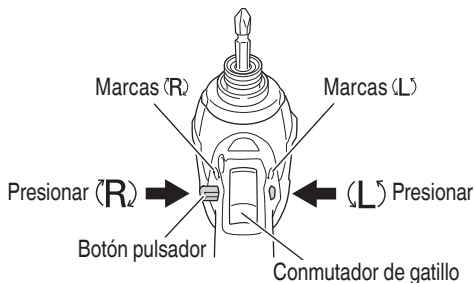

Fig. 10
- El lado L (izq.) del botón pulsador se usa para hacer girar el manguito hacia la izquierda. (Vea la Fig. 10). (Las marcas «L» y «R» están en el cuerpo del taladro.)